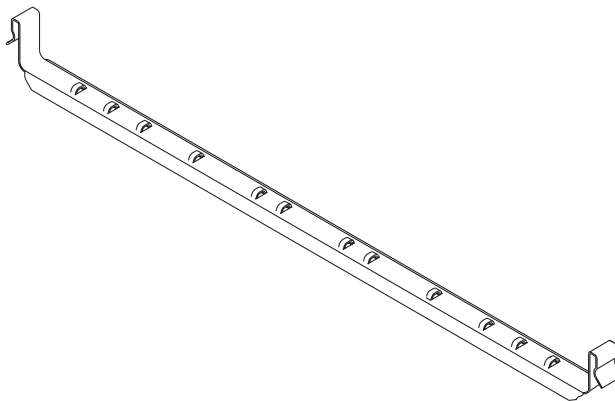
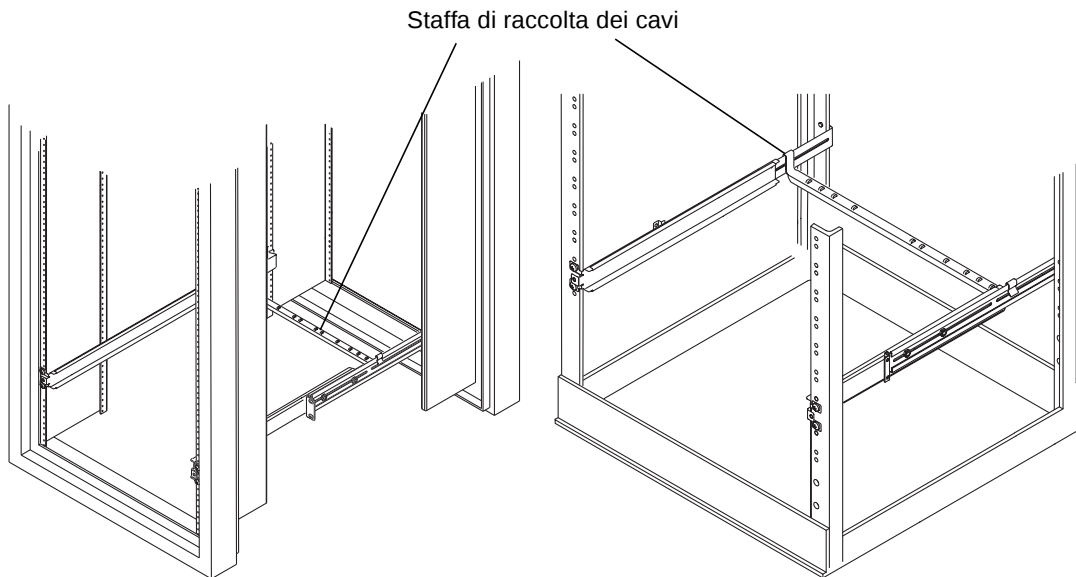

FIGURA 3-7 Staffa di raccolta dei cavi
FIGURA 3-8 Staffa di raccolta dei cavi installata in entrambi i rack di espansione
- 12. Agganciare la staffa di raccolta dei cavi alla slitta sul retro del sistema. Vedere la FIGURA 3-7 e la FIGURA 3-8.**